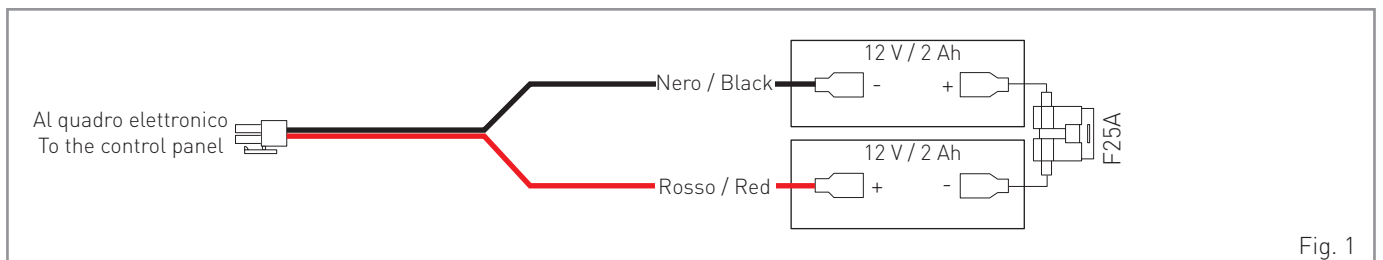

Fig. 1
- effettuare i collegamenti elettrici come indicato in fig. 1.
- make the electrical connections, as shown in fig. 1.
- effectuer les raccordements électriques en suivant les indications de la fig. 1.
- Stellen Sie die elektrischen Anschlüsse gemäß den Angaben in Abb. 1 her.
- realice las conexiones eléctricas como indica la fig. 1.
- efectuar as ligações eléctricas conforme indicado na fig. 1.